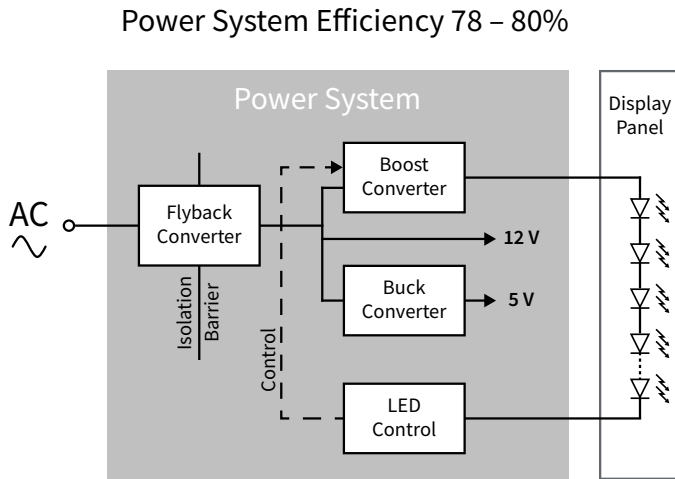

图1 基于传统多级DC-DC的系统
图1所示为家用电器和计算机显示器等配备有LED显示屏的现代设备中所使用的传统功率系统的电路框图，用来说明这种新方法的影响。AC-DC级提供中间DC输出母线，然后对其进行后调整，馈入包括LED显示屏背光、音频和模拟电路以及下游处理器在内的多个输出。升压变换器将中间母线升压至可变的48 V – 60 V，以支持恒流(CC)控制的LED背光灯。降压器件降压至恒压(CV) 5 V母线，其后通常会增加一个连接至3.3 V母线的降压或线性稳压器（未显示），用于驱动微控制器。